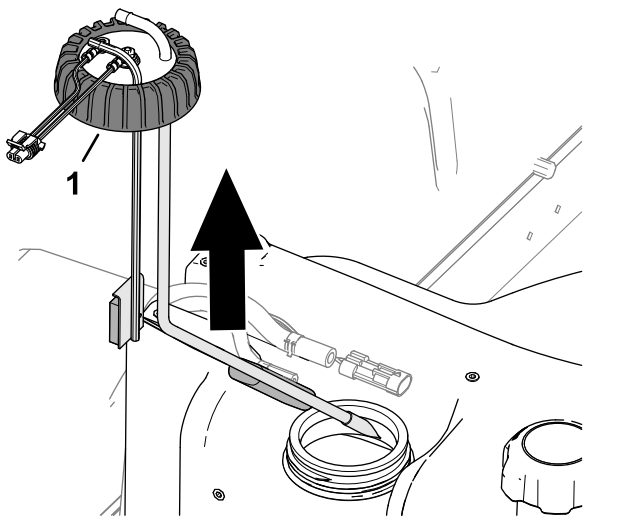

Figura 89
5. Afloje el tapón del sensor de combustible (Figura 89).